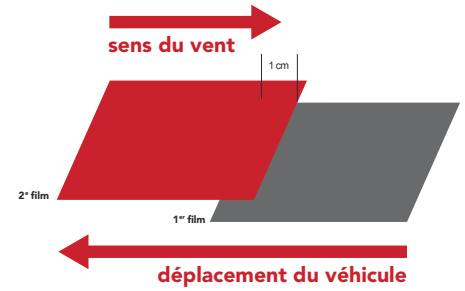

Figure 20
- › Recouvrement du film SKINTAC HX45000 vertical sur une surface mobile : partant du principe que vous posez du film toujours de l'arrière du véhicule vers l'avant, le recouvrement se fera ainsi. (FIG. 20)